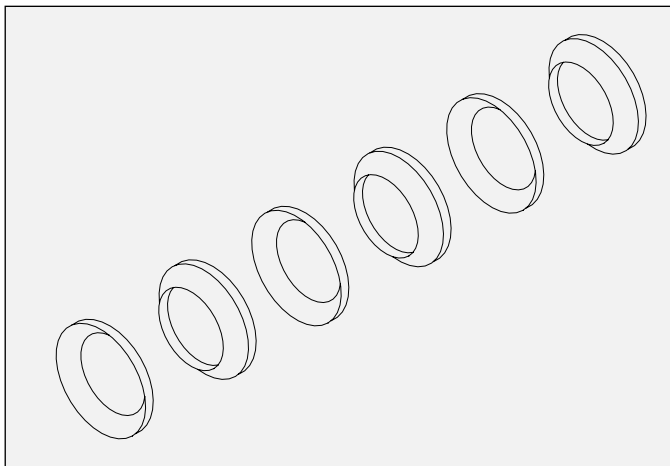

图 17: 弹簧垫圈组装顺序
2. 将四 (4) 个 V 形密封件拧到轴上,凹面向前(参见图 17)。
11. 将六 (6) 个弹簧垫圈放在轴上，第一、第三和第五个垫圈凹面（杯状）向前。第二、第四和第六个应杯状面向后（见图 17）。
► 如图 17 所示，**必须**交替更换全部六 (6) 个弹簧垫圈，否则喷涂机会发生故障。